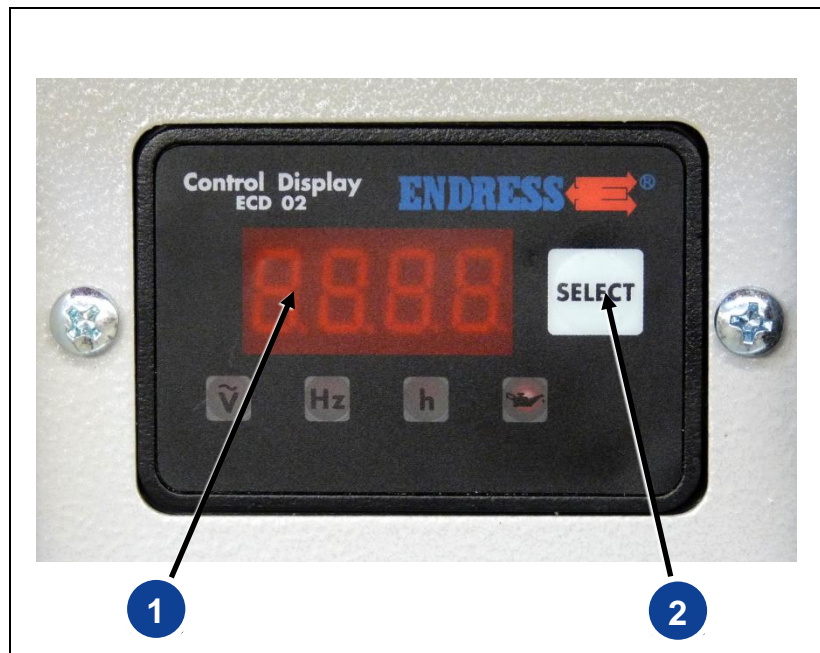

Fig. 4-9: Écran multifonction
L'écran est actif (voir Fig. 4-9) dès que l'appareil est en marche.
1. Après le démarrage du groupe électrogène l'écran indique (voir Fig. 4-9-(1)) la tension en cours par le biais du symbole "V~" allumé, pour Volt.
2. En appuyant une fois sur la touche (voir Fig. 4-9-(2)) l'écran change et affiche la fréquence actuelle, indiquée par le symbole "Hz" allumé, pour Hertz.
3. En appuyant une nouvelle fois sur la touche (voir Fig. 4-9-(2)) l'écran change et affiche les heures de fonctionnement, indiquées par le symbole "h~" allumé, pour Heures.
4. En appuyant une nouvelle fois sur la touche (voir Fig. 4-9-(2)) l'écran change et affiche à nouveau la tension actuelle en volt et la séquence reprend depuis le début.